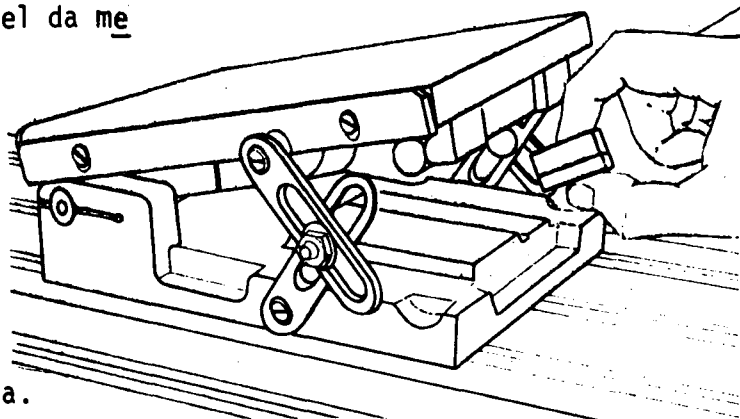

Fig. 3
- b Coloque o conjunto de blocos-padrão debaixo do apoio da parte móvel da mesa de senos (fig. 3), ajustando-os com cuidado.